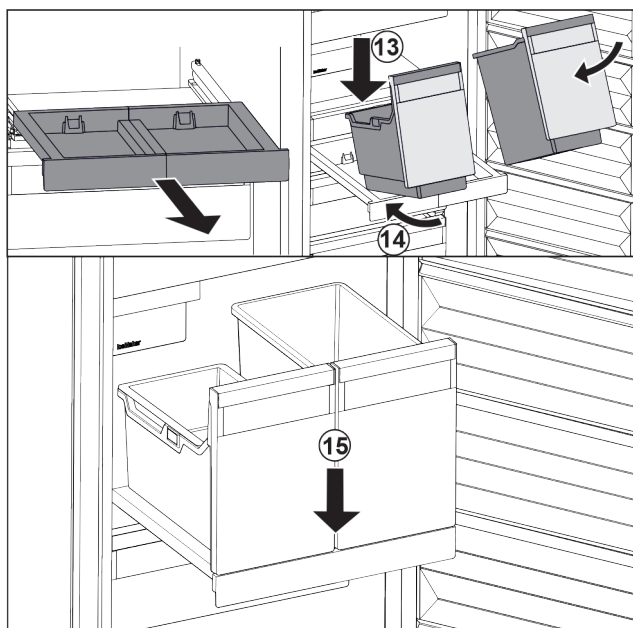

Fig. 34
- ▶ Nasadte nádobu šikmo na vyťahovaciu poličku. Fig. 34 (13)
- ▶ Zasuňte nádobu šikmo dozadu. Fig. 34 (14)
- ▶ Zložte nádobu vpredu. Fig. 34 (15)